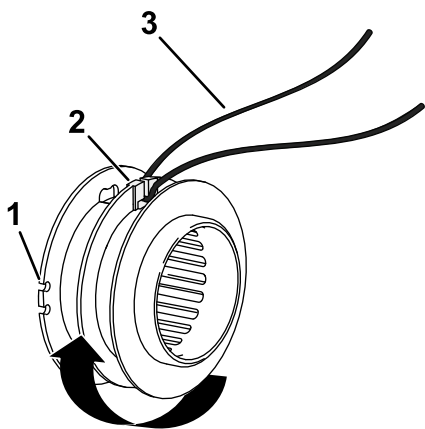

Figura 17
5. Doble el hilo nuevo en el centro e introduzca la doblez en la ranura de guía de la pestaña central del carrete (Figura 17).
6. Enrolle las 2 mitades del hilo uniformemente y con firmeza alrededor del carrete, como se muestra en la Figura 17.
7. Enrolle el hilo, dejando sobresalir del carrete justo lo suficiente como para entre en contacto con la pletina de anchura de corte, y enganche los extremos en las ranuras de guía del carrete (Figura 17).